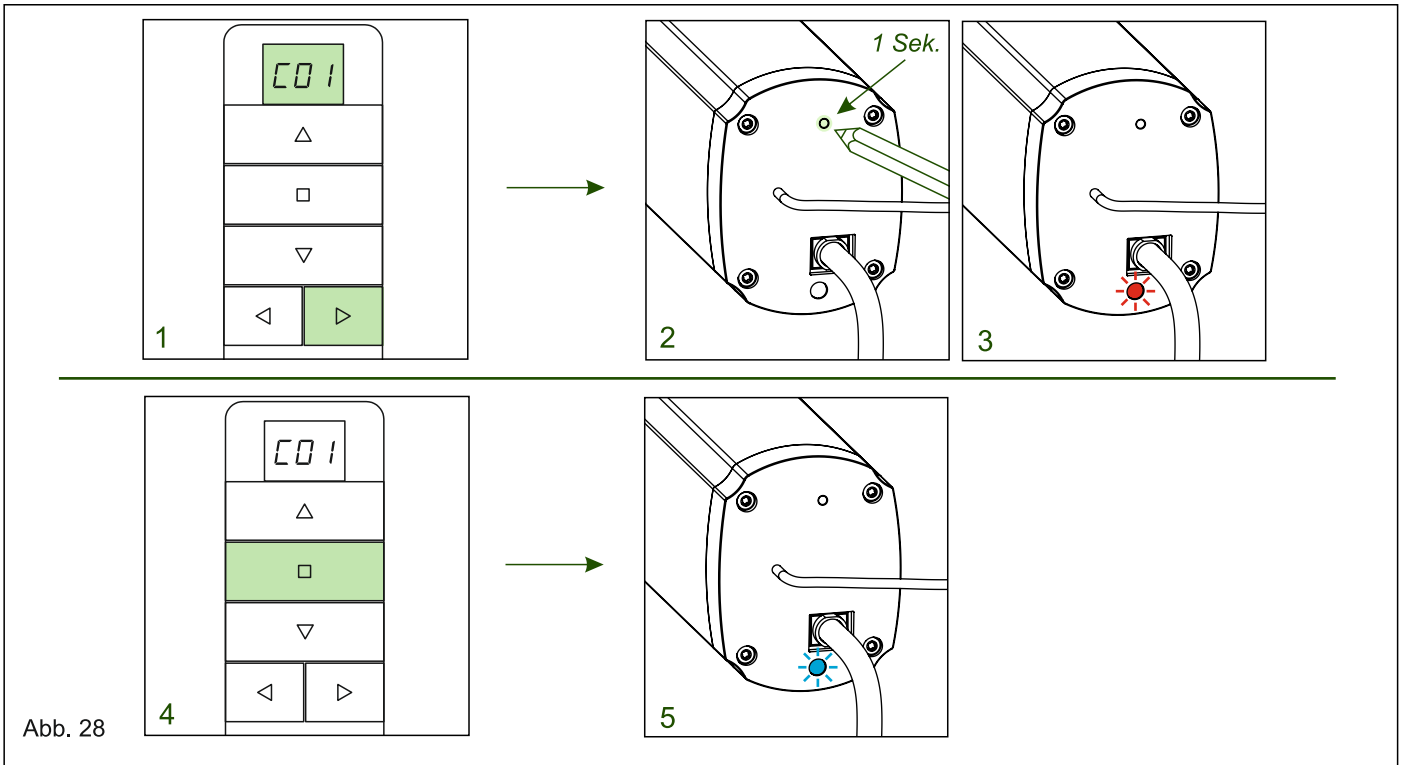

Abb. 28
29. Optional: Drehrichtung des Motor umkehren. 1. Wählen Sie auf der Fernbedienung das gewünschte Programm (Motor) aus (1-16) mit den Pfeiltasten Link-Rechts. **2-3.** Drücken Sie, mit einem Stift, den Knopf am Motor für eine Sekunde bis die Lampe anfängt Rot zu leuchten. **4-5.** Drücken Sie die Stoptaste an der Fernbedienung für eine Sekunde, die Lampe am Motor leuchtet Blau. Sie haben die Drehrichtung umgekehrt. (Siehe Abb. 28)